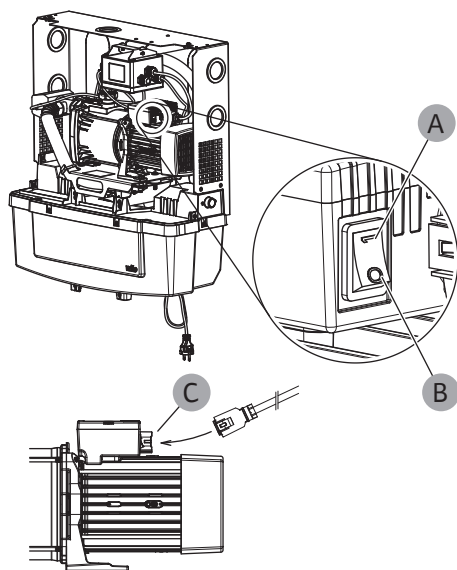

Fig. 23: Interrupteur et raccordement de l'alimentation électrique
4. Vérifier si l'interrupteur de la pompe se trouve en position ON (Fig. 23 – A).
5. Vérifier si la fiche de l'alimentation électrique du moteur (Fig. 23 – C) est correctement branchée.